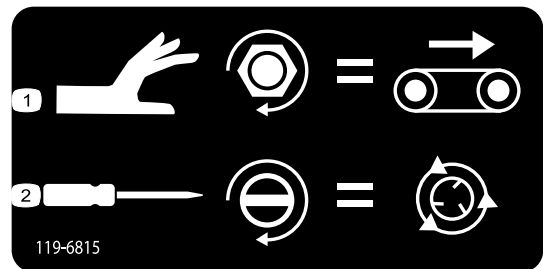

Figura 44
- Para ajustar la velocidad del Suelo (**Figura 44**), gire el pomo en el sentido de las agujas del reloj. Utilice la velocidad máxima del suelo del sistema operativo codificado por colores si no dispone de flujo hidráulico. Este ajuste resulta de utilidad si la tolva está llena de arena.
- Para ajustar la velocidad de los rotores (**Figura 44**), utilice un destornillador con cabezal plano para aumentar la velocidad de los rotores, girando el tornillo en sentido horario o para reducir la velocidad de los rotores, girando el tornillo en sentido antihorario.